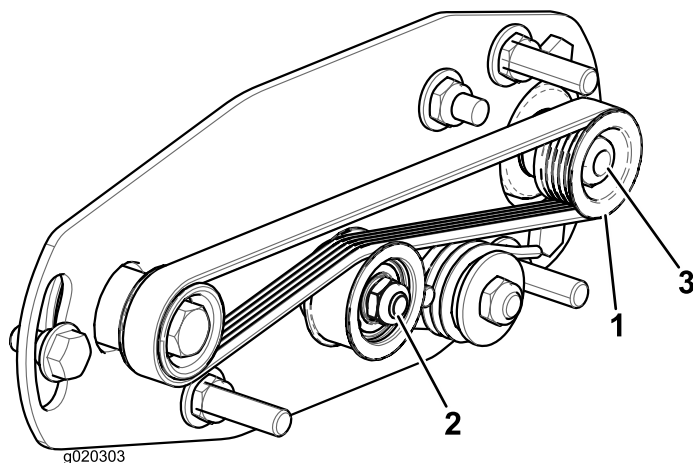
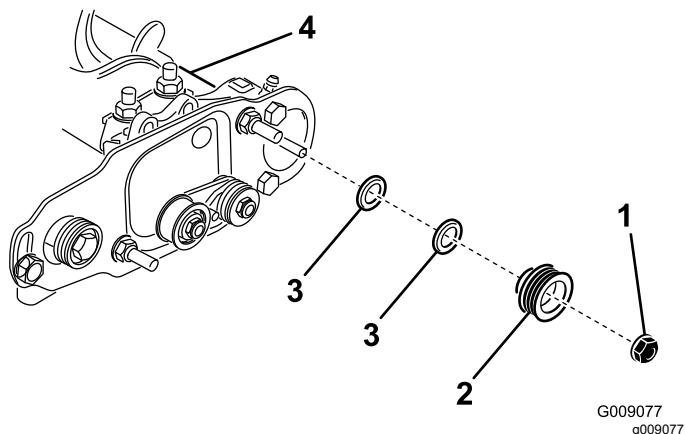

図 24
図 25
1. 受動プーリローラブラシのシャフト位置のは内外に動かすことができます 図 24。
2. リールを回しながらつまり駆動プーリを回しながら、駆動プーリからベルトをはずす 図 24。
3. 受動プーリをブラシシャフトに固定しているロックナットを取り外す 図 24 または 図 25。
4. シャフトから受動プーリを取り外す 図 25。
5. プーリを外側に出したい場合には、0.8 mm 厚のスペーサを1枚入れる 図 25。プーリを内側に入れたい場合には、0.8 mm 厚のスペーサを1枚抜き取る。